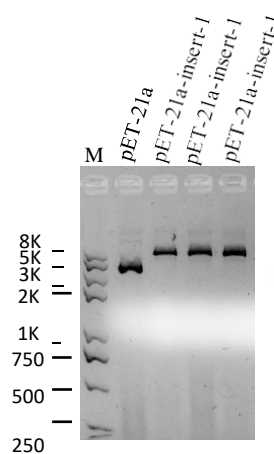

Figure 5. pET-21a是环状空载体，作为阴性对照；pET-21a insert是成功的重组载体（3个菌落）。
- (1) 反应组和阴性对照组反应体系都用移液枪混匀，并在室温反应3分钟，在冰上（或4°C）终止反应；
- (2) 用标准的转化流程将2.5μL反应混合物转化到DH5 α 感受态细胞中，并在平板上37°C过夜培养；
- (3) 第二天，从每个实验板中挑选单独的菌落，用你选择的标准方法分离质粒DNA；为了确定插入物的存在，通过限制性酶消化或PCR筛选来分析DNA（结果应如Figure 5所示）。
- (4) 重组载体的条带应大于空载体，并选择3个移位的重组载体（3个菌落）进行序列。